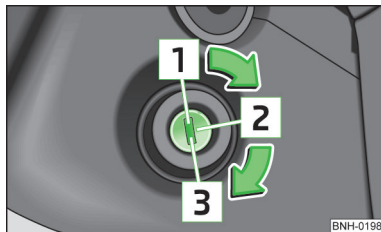

Fig. 88
Pozițiile cheii autovehiculului în butucul de contact » fig. 88
- Cuplați contactul  » fig. 88.
> Rotiți cheia în poziția  » fig. 88 *la pagina 97*.